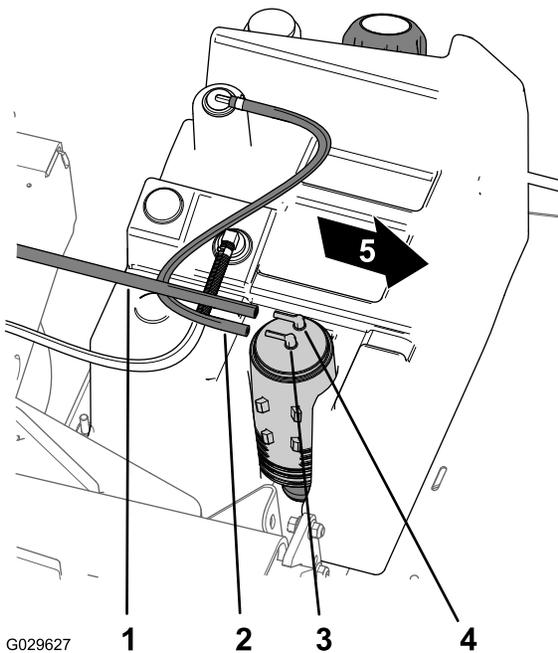

Bild 43
- Schließen Sie den Saugschlauch vom Anschlussstück am Aktivkohlefilter ab, das mit „Purge“ markiert ist (Bild 43).
2. Schließen Sie den Kraftstofftankschlauch vom Anschlussstück am Aktivkohlefilter ab, das mit „Fuel Tank“ markiert ist (Bild 43).
8. Befestigen Sie den Saugschlauch am Anschlussstück am Aktivkohlefilter, das mit „Purge“ markiert ist, und den Kraftstofftankschlauch am Anschlussstück, das mit „Fuel Tank“ markiert ist (Bild 43).